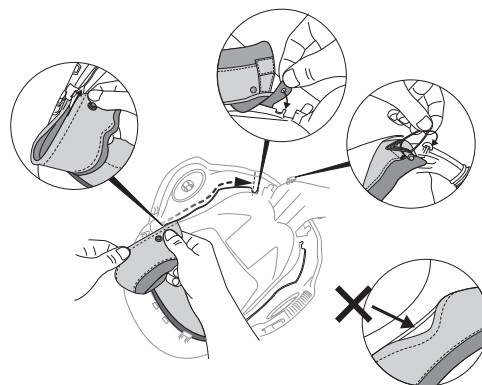

Fig. 20d
- Faire glisser le joint latéral de la membrane d'étanchéité faciale dans les glissières de retenue. Accrocher le tissu sur les tiges de retenue et les boucles de maintien sur les tiges situées de chaque côté du dispositif de retenue du tuyau d'admission d'air. S'assurer qu'il n'y a pas d'espace le long de la membrane d'étanchéité faciale ou des glissières (Fig. 20d).